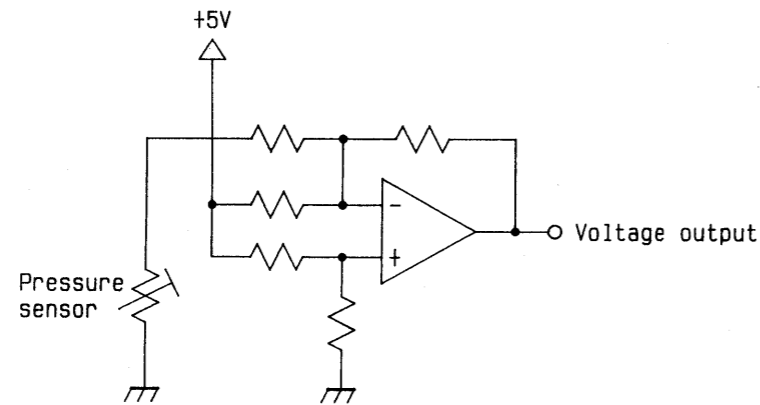
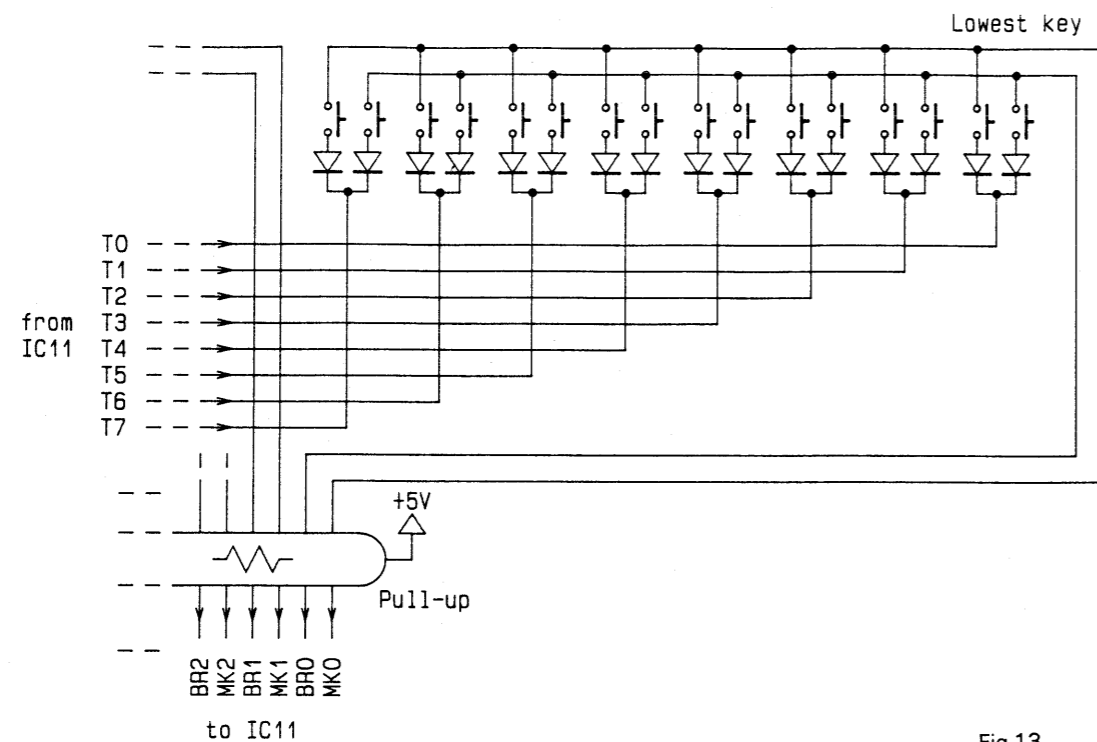
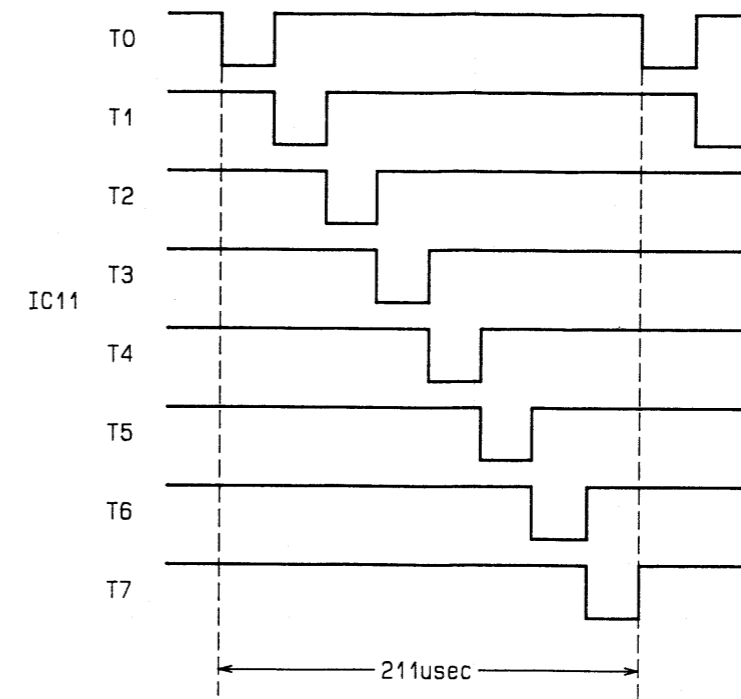

Fig.12
Fig.13
Fig.14
- Modulation and after touch is the pressure resistance, and the change of the resistance value by pressure are converted into 0—+5V voltage change, and then input into IC4. IC4 multiplexes the signal, then inputs it to IC5. Resistance values-voltage conversion circuit is shown in Fig.12.
- モジュレーション及びアフタータッチは感圧抵抗であり、圧力による抵抗値の変化が0～+5Vの電圧変化に変換されてIC4に入力されます。IC4はこれらをマルチプレクスしてIC5に入力します。抵抗値-電圧変換回路をFig.12に示します。
- The keyboard has 61 keys, and each key has two contact points, "make" (MK) and "break" (BR). Velocity values are determined based on the time difference of MK on and BR on.
- A total of 122 contact points consist on an 8×16 matrix. They are scanned by T0—T7 of IC11 (on the MB). IC11 interrupts IC36 when reading the keyboard. The key matrix is shown in Fig.13 and the timing of the scanning pulse is shown in Fig.14.
- 鍵盤は61個のkeyを持ち、個々のkeyはメーク (MK) とブレイク (BR) の2つの接点を持っています。MK onとBR onの時間差をもとにしてベロシティ値が決定されます。
- これら、合計122個の接点は8×16のマトリクス状に構成され、IC11 (on MB) のT0～T7によってスキャンされています。IC11は鍵盤を読み込むとIC36に対して割り込みをかけます。キーマトリクスをFig.13に、また、スキャンング・パルスのタイミングをFig.14に示します。